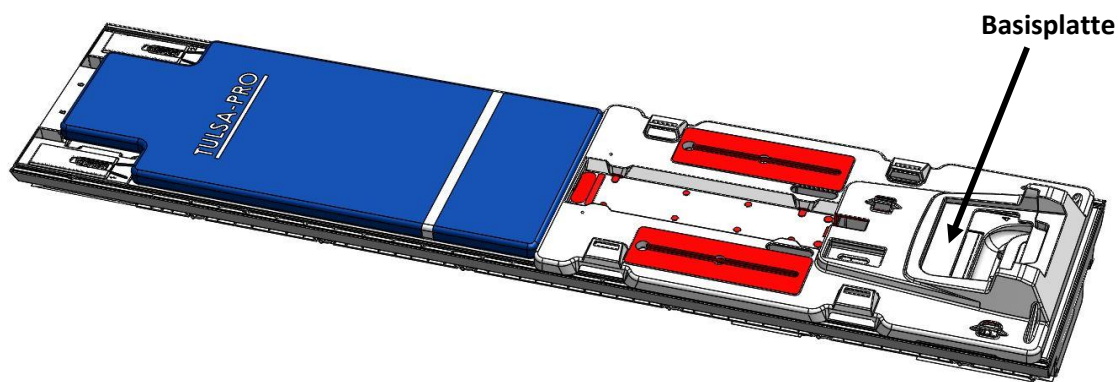

Abbildung 18: Platzierung von Basisplatte und Polster auf dem MRT-Tisch
2. Decken Sie die Basisplatte und das Kopfpolster mit Tüchern ab, und legen Sie ein Saugeinlage auf das der Basisplatte am nächsten liegende Ende (Abbildung 18).